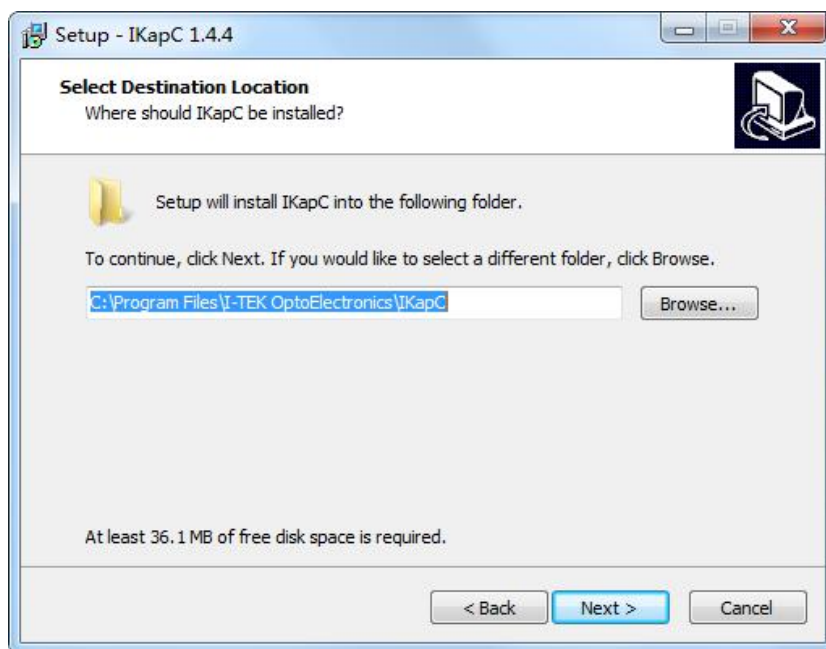

图 2 安装目录
- (3) 点击“Next”继续，出现如图 2 所示界面，用户可自行选择安装目录。然后点击“Next”继续。